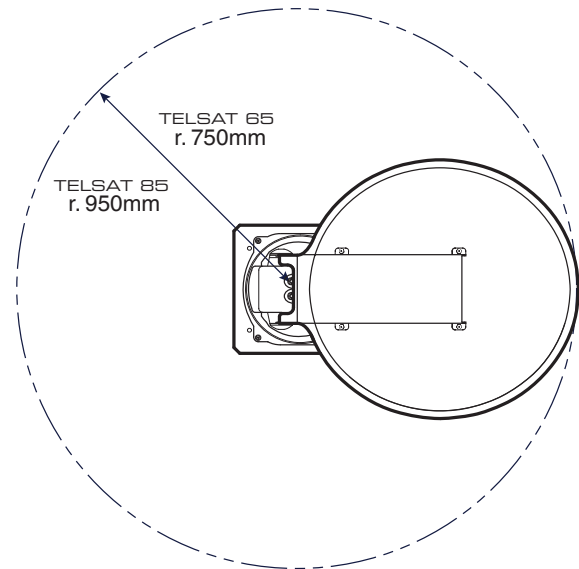

Abb. 4
- sich alle Bestandteile des Daches (z. B. Klimaanlage, Klappdächer, Gepäckträger usw.), welche die Funktion der Außeneinheit bei ihrer Bewegung beeinträchtigen können, außerhalb des Bewegungsradius der Antenne befinden (Abb. 4).